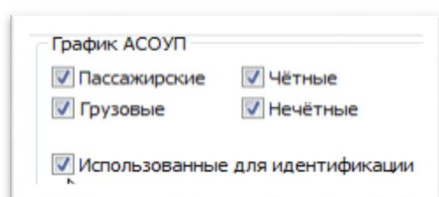

Рис.57. Включение отображения сообщений АСОУП использованных для идентификации
11. Для включения отображения сообщений АСОУП использованных для идентификации (см. п. 5.3.1) установить галочку в соответствующем поле (см. рис.57).